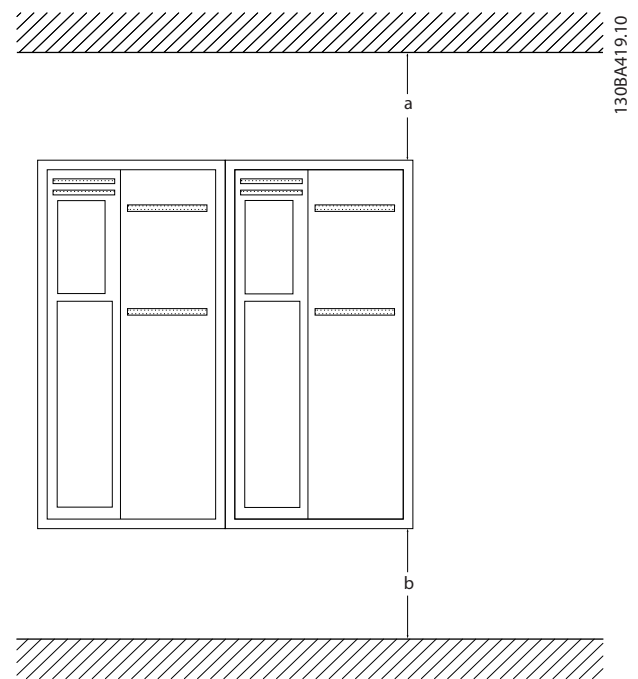

Bild 2.1 Övre och nedre kylningsavstånd
- Se till att det finns tillräckligt ventilationsavstånd nedtill och upptill. Normalt krävs 100-225 mm. Se *Bild 2.1* för avståndskrav